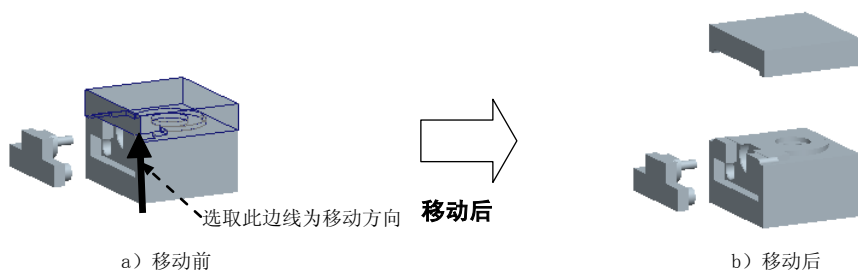

图 14.37 移动上模
Step3. 开模步骤 2：移动上模。输入要移动的距离值 20，结果如图 14.37 所示。